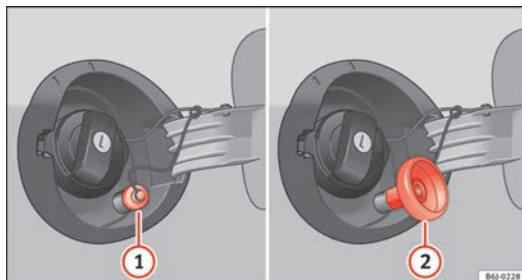

Fig. 119 Sportellino del serbatoio con bocchettone di rifornimento del GPL e adattatore.
- Svitare il tappo del bocchettone di rifornimento del gas ⇒ fig. 119 ①.
- Avvitare l'adattatore necessario ⇒ fig. 119 ② al bocchettone di rifornimento del gas ①.
- Svitare l'adattatore ⇒ fig. 119 ②.
⇒ fig. 119 ①.